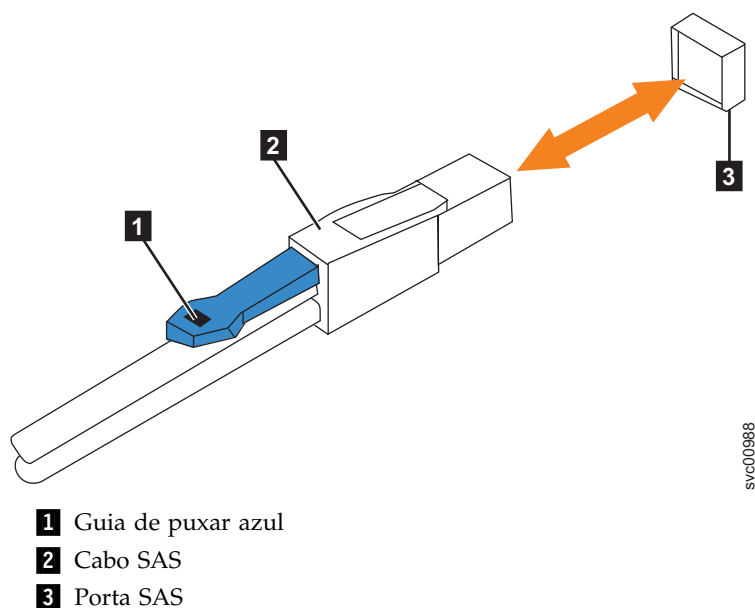

Figura 98. Corrija a orientação dos conectores do cabo SAS
5. Certifique-se de que o conector SAS esteja orientado corretamente, conforme mostrado em Figura 98. A guia azul deve estar voltada para a parte superior da caixa do gabinete.